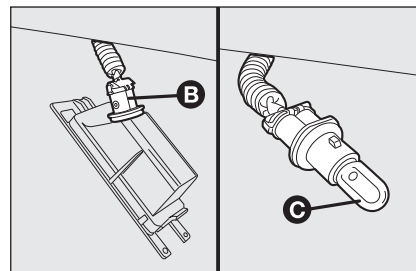

fig. 34
- ☐ draai de lamphouder **B-fig. 34** linksom en verwijder de lamp **C**.